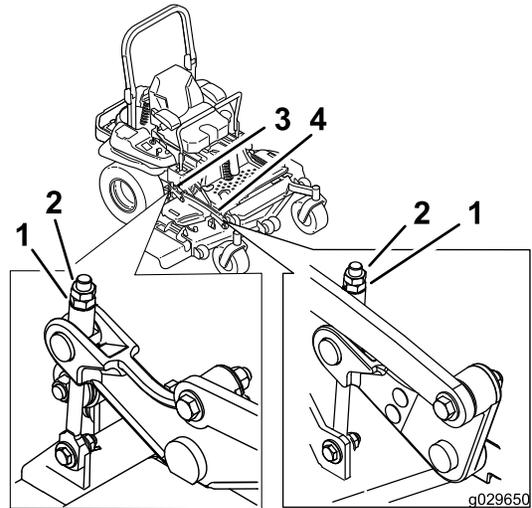

Figura 96
de ajuste hasta obtener una altura de 7.6 mm (3") (Figura 96).
16. Gire el tornillo de ajuste hasta obtener una altura de 8.3 mm (3/4") (Figura 96).